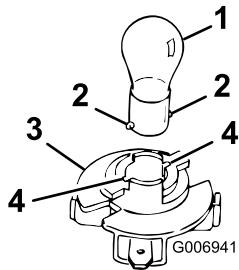

Figure 53
4. Introduisez l'ampoule et tournez-la dans le sens antihoraire jusqu'à la butée (approx. 1/4 tour) puis retirez-la de l'embase (Figure 53).